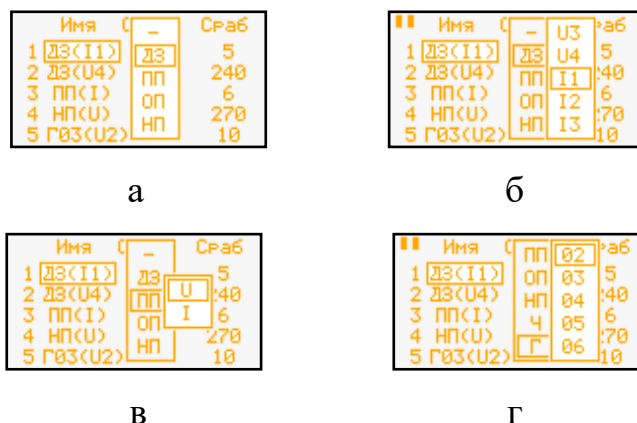

Рисунок 66 – Выпадающие списки значений при редактировании параметров пусковых органов
6.5.4.5 Для редактирования параметров пусковых органов необходимо установить курсор на изменяемом параметре и нажать клавишу «Enter». Выбор требуемых значений в выпадающих списках (рисунок 66) производится клавишами «↑», «↓», подтверждение выбора – клавишей «Enter».